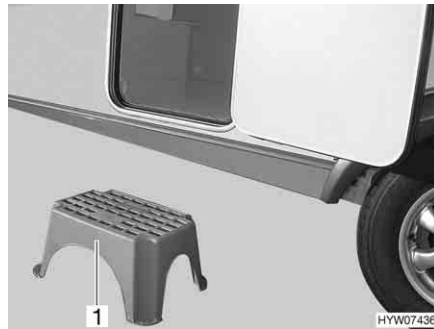

Fig. 16 Scalino di ingresso (non fissato all'interno)
- Collocare lo scalino di ingresso (Fig. 16,1) davanti all'entrata del caravan.